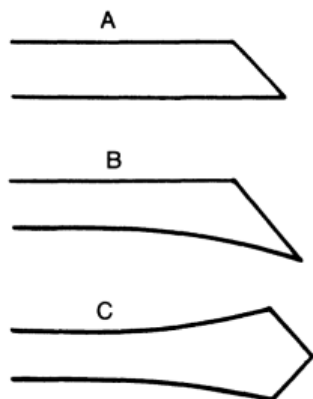

Рис. 131
2. Определите ширину пояса (максимум 2—4 см) и форму его концов: они могут быть со срезанными по диагонали или иметь фантазийную форму. В этом случае изготовьте из бумаги небольшое лекало (рис. 131).
3. Для выполнения модели, изображенной на рис. 131 А, выкроите из материи одну достаточно длинную и широкую полосу. Сложите ее вдвое и прострочите на желаемой высоте, оставив прорезь в несколько сантиметров, равную трети ее длины.
— Для выполнения модели типа той, что изображена на рис. 131 В и С, нужно выкроить две полоски шириной равной ширине концов пояса плюс припуски на швы. Стачайте их, следуя вдоль контуров, оставив прорезь в несколько сантиметров, равную трети длины пояса.